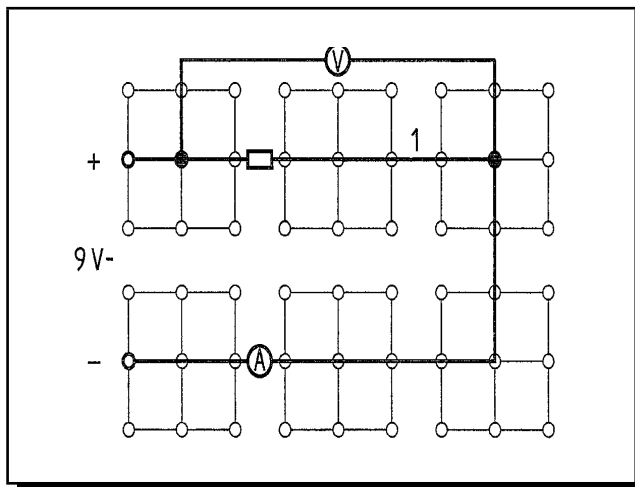

Figura 3.12: Conexión en serie de dos lámparas parte 2
- 4 Monte el experimento de la Figura 3.12 utilizando inicialmente la resistencia  $R_1$  de  $47\Omega$ .